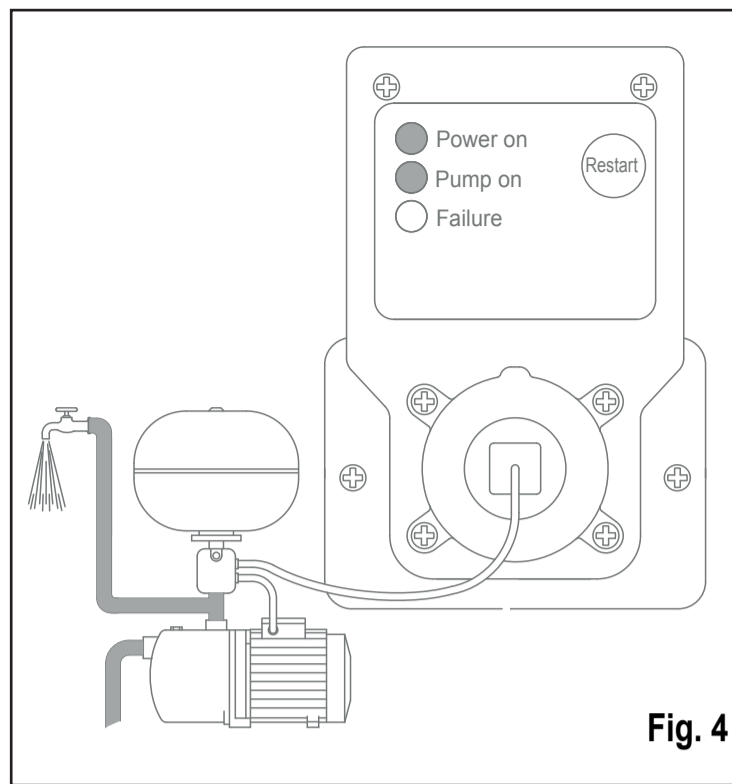

Fig. 4
The motor data have been acquired and the device is now capable of protecting the pump (Figure 4).
Les données du moteur ont été acquises et l'appareil est désormais capable de protéger la pompe (Fig. 4).
- Warten Sie einige Sekunden, bis die rote Led „Failure“ erlischt. Die Motordaten wurden erfasst und das Gerät ist jetzt in der Lage, die Pumpe zu schützen (Abb. 4).
- Подождите несколько секунд, пока красный индикатор «Failure» не погаснет. Данные электродвигателя собраны, защитное устройство готово к работе (рис.4).